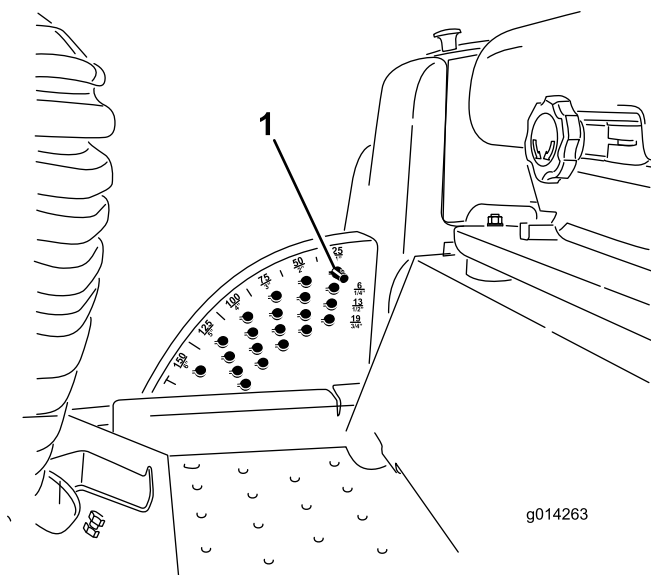

Figura 2
3. Anote o local do pino de altura de corte no suporte da altura de corte para quando voltar a instalar (Figura 2). Retire o pino de altura de corte do suporte da altura de corte.